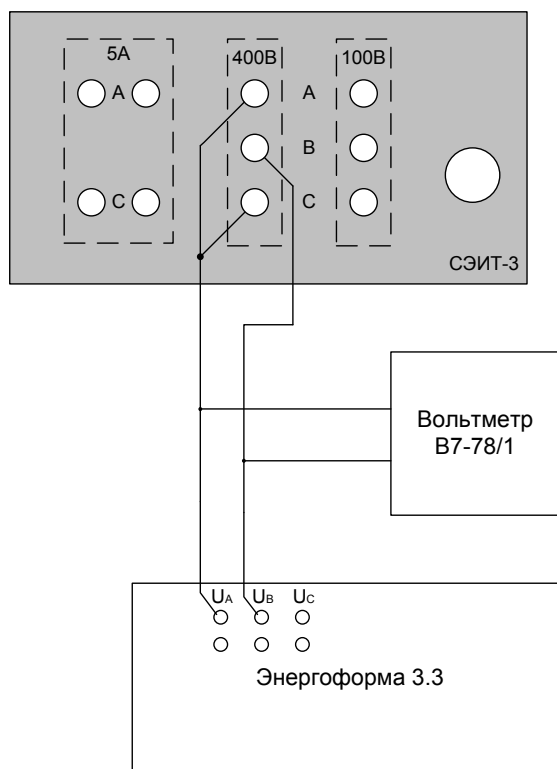

Рис. 13
3.2.5.2. Собирается схема юстировки, рис. 13. Источник «Энергоформа 3.3» подключается ко входам 100 В или 400 В для юстировки соответствующего предела напряжения.